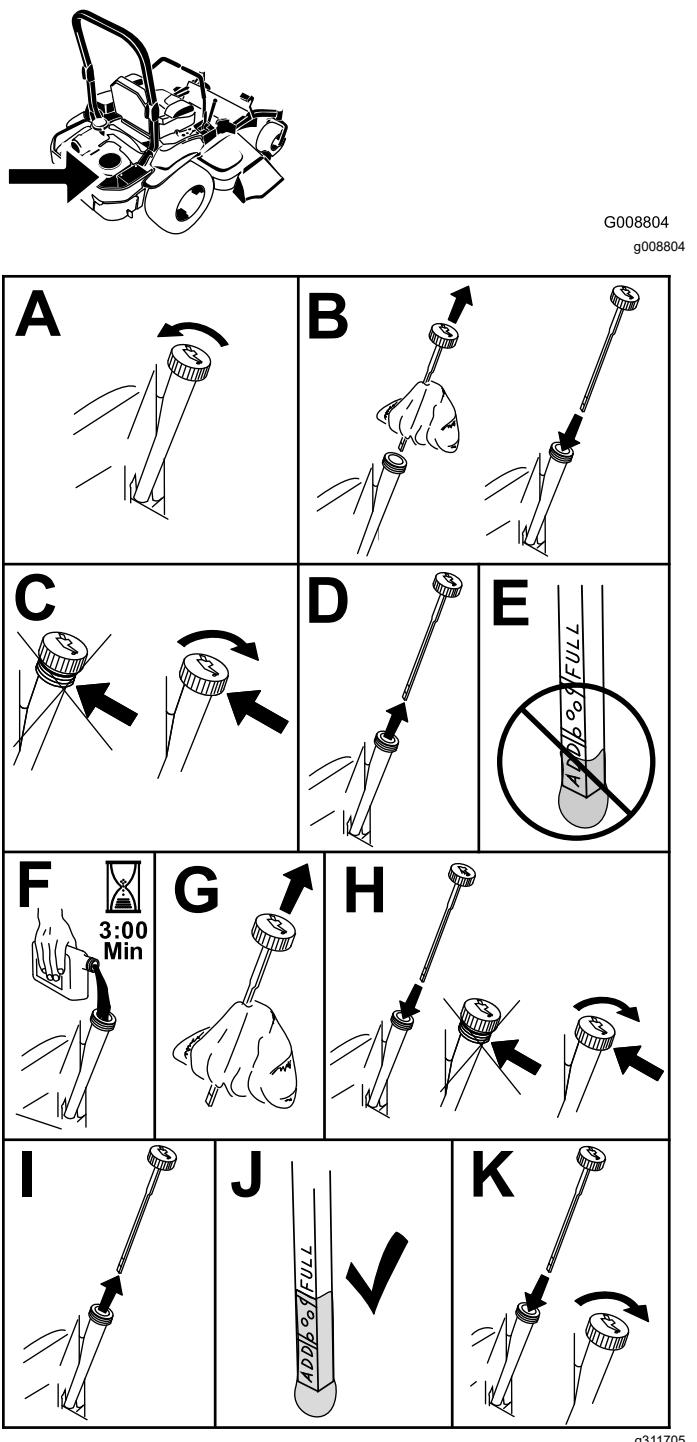

Figure 59
3. Para que no entre suciedad, recortes de hierba, etc., en el motor, limpie la zona alrededor del tapón de llenado/varilla de aceite antes de retirarlo (Figure 59).